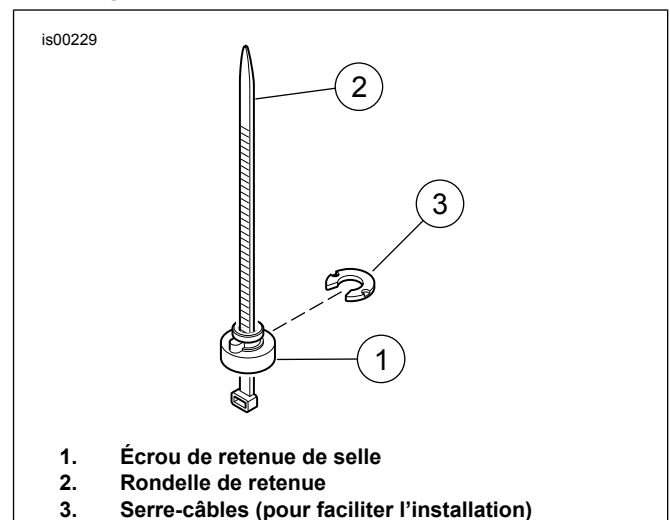
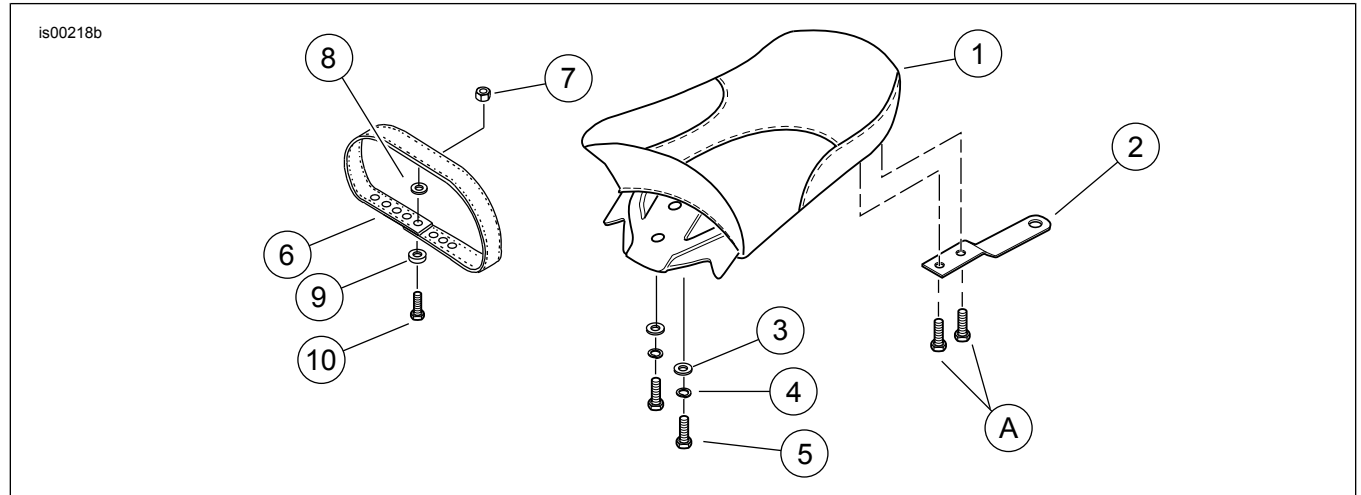

Figure 2. Installation de l'écrou de retenue
Figure 5. Pièces détachées : siège du passager arrière Dyna
Voir Figure 5 et Tableau 1.
1. Voir Figure 2. Un serre-câbles peut être utilisé pour faciliter la dépose et l'installation de l'écrou et la rondelle de retenue. Placer l'écrou de retenue (1) sur le serre-câbles (3) pour que l'extrémité large de l'écrou repose sur l'œil du serre-câbles. Visser le serre-câbles vers le haut jusqu'au garde-boue et à travers le trou de garde-boue le plus en arrière. Tirer le serre-câbles vers le haut pour immobiliser l'écrou contre le dessous du garde-boue.
2. Avec l'arête de l'écrou de retenue installée dans l'encoche du trou de garde-boue, glisser la rondelle de retenue (2) en position à partir de l'arrière. Ceci bloque l'écrou de retenue en position. Enlever le serre-câbles.
3. Voir Figure 5. Prendre la sangle de maintien (6), la vis à collet (10), l'écrou de retenue (9), la rondelle (8) et l'écrou hexagonal (7) dans le kit. Si le véhicule est muni d'une sangle de maintien, passer à l'étape 5.
6. Voir Figure 5. Installer le support de selle de série (2) sur le siège du passager avec les vis à capuchon de série (A).
7. Attacher le siège du passager au-dessous de la selle solo avec les vis à capuchon (5), les rondelles-frein (4) et les rondelles plates (3). Bien serrer les vis à capuchon.